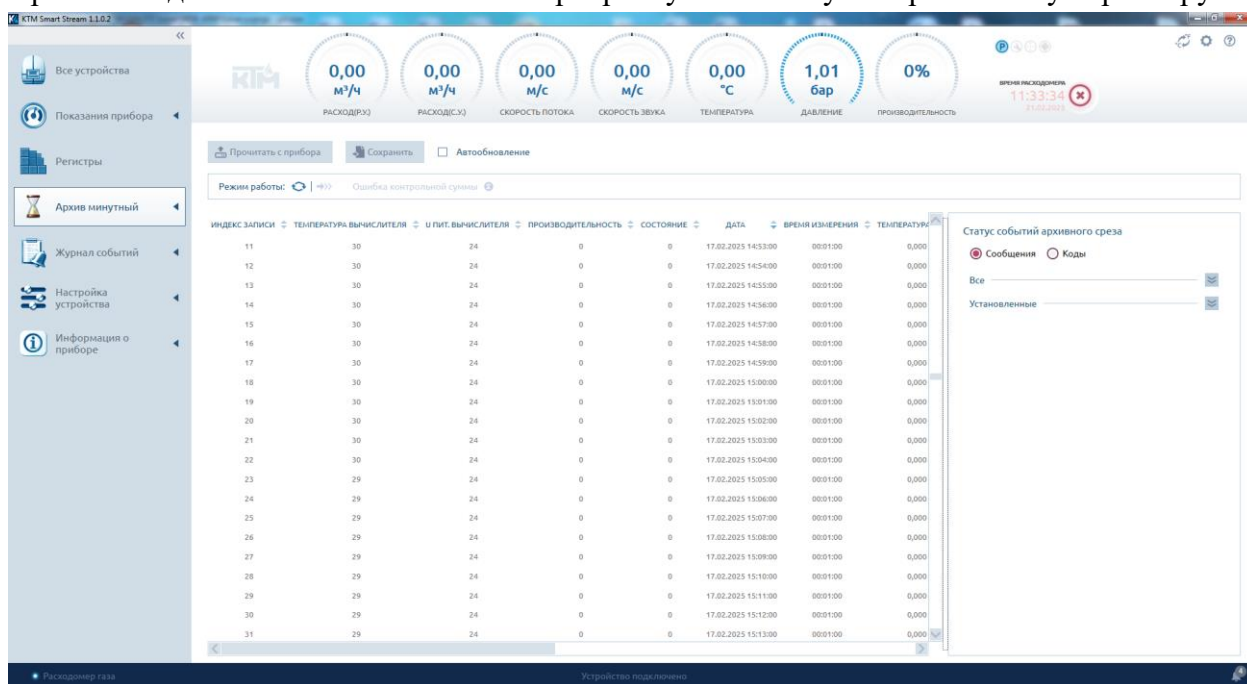

Рисунок 61 – Пример сортировки данных архива по дате
3.13.5.3 Данные, полученные после прочтения, отображаются в табличном виде. По умолчанию события отсортированы по индексу, т.е. по порядку их записи (рисунок 61). При необходимости можно изменить сортировку по любому отображаемому параметру.